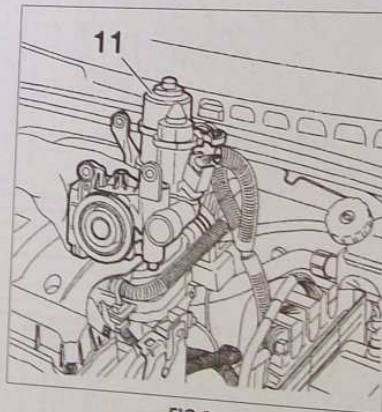

FIG. 9
Positionner l'actionneur (11) pattes de fixation vers le haut (Fig.9). Pendant toute la durée de l'opération, maintenir fermement l'actionneur de boîte de vitesses.